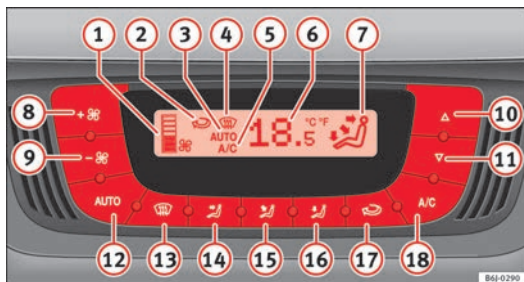

Fig. 107 Sur la planche de bord : éléments de commande du Climatronic
- Appuyez sur les touches 10 et 11 ⇒ fig. 107 pour régler la température.
- ① Indicateur de position du ventilateur.
- ② Indicateur de la fonction de recyclage de l'air ambiant
- ③ Position **AUTO** (Fonctionnement automatique)
- ④ Position de désembuage
- ⑤ Position AC (Climatisation connectée)
- ⑥ Indicateur de la température intérieure sélectionnée
- ⑦ Indicateur de la direction du flux d'air
- ⑧ Augmentation de la vitesse du ventilateur
- ⑨ Diminution de la vitesse du ventilateur
- Appuyez sur la touche **AUTO**. L'afficheur indique $\Rightarrow$ fig. 107 **3**.
- Appuyez sur les touches **10** et **11** $\Rightarrow$ fig. 107 pour régler la température souhaitée dans l'habitacle. Nous vous recommandons une température de +22 °C (+72 °F).
- Appuyez sur l'une des touches $\Rightarrow$ fig. 107 **14** à **16** ou appuyez sur le régulateur du ventilateur **8** et **9**. L'indication **3** s'éteint.
Le ventilateur peut être réglé à l'aide des touches **8** et **9** $\Rightarrow$ fig. 107. Lorsque le ventilateur est éteint (l'écran n'affiche aucune position **1**) et que vous appuyez sur la touche **9** une seconde après, le Climatronic s'éteint.
- Appuyez sur la touche  pour activer ou désactiver le mode recyclage de l'air ambiant. Il est connecté si le symbole  ➔ fig. 107 s'affiche à l'écran.